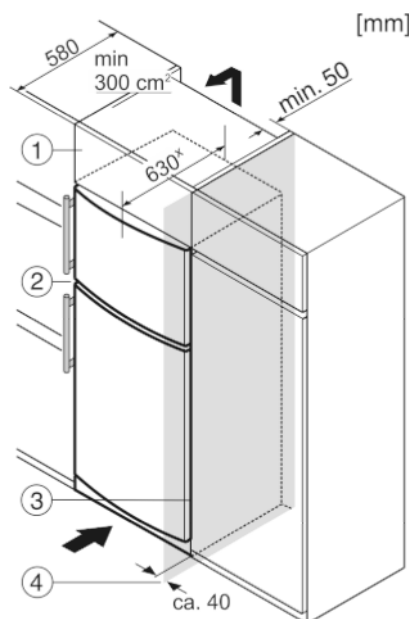

Fig. 9
(2) Apparaat
(4) Wand
Het apparaat kan in keukenkasten worden ingebouwd. Om het apparaat *Fig. 9 (2)* aan de hoogte van het keukenblok aan te passen, kan boven het apparaat een opzetkast *Fig. 9 (1)* worden aangebracht.
Bij een ombouw met keukenkasten (diepte max. 580 mm) kan het apparaat direct naast de keukenkast *Fig. 9 (3)* worden geplaatst. Het apparaat steekt aan de zijkant 34 mm* en in het midden 50 mm* uit ten opzichte van het keukenkastfront.
Plaats u het apparaat met de scharnierkant naast een muur *Fig. 9 (4)*, dan moet de afstand tussen apparaat en muur minstens 40 mm bedragen. Dit in verband met het uitsteken van de deurgreep bij een geopende deur.